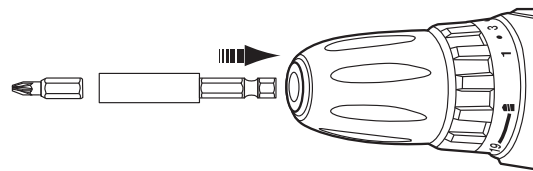

Abb. 6, für Schraubendreherbits muss ein Adapter verwendet werden.
4. Stecken Sie nun ein geeignetes Schraubendreherbit (23) in den Adapter (22), falls Sie das Elektrowerkzeug für Schraubarbeiten verwenden möchten (Abb. 6).